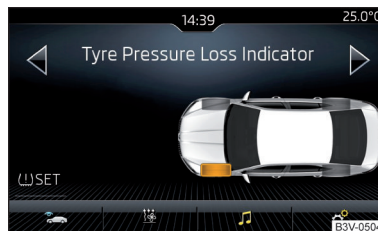

Fig. 312
- ▶ Atingeți suprafața de comandă funcții  SET » fig. 312.
Când lampa de control luminează  în panoul de bord, pe Infotainment se poate afișa anvelopa afectată » fig. 312.